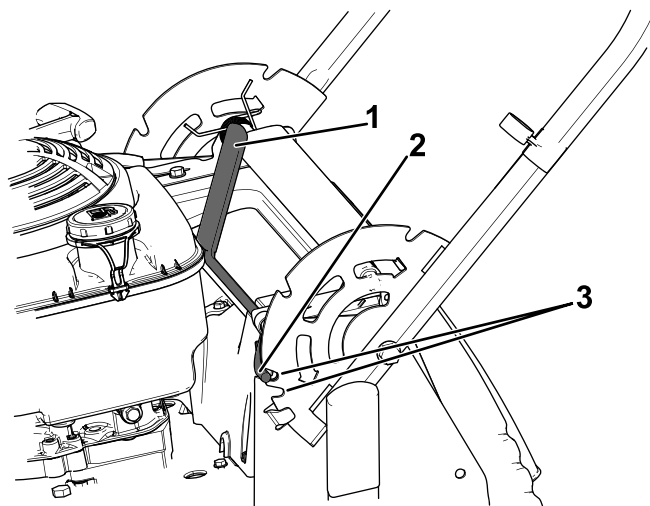

Рисунок 15
- Потяните рычаг заперения рукоятки назад, чтобы вывести из зацепления пальцы фиксации рукоятки (Рисунок 15).
- Поверните рукоятку и совместите требуемую прорезь в кронштейне рукоятки с пальцами фиксации рукоятки, см. Рисунок 15.